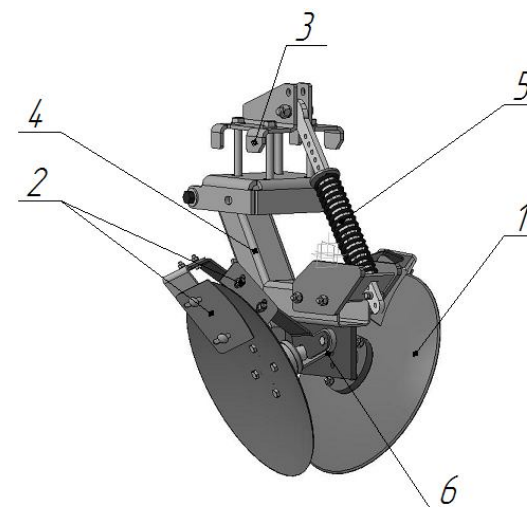

Рис. 3 Дискový окучник.
4.2. Дисковый окучник (рис.3) предназначен для наращивания почвой гребня. Дисковый окучник состоит из двух дисков 1, которые закреплены на рычаге 4 спарено, с образованием острого угла, направленного вершиной в сторону движения культиватора. На верхнем конце рычага установлен механизм крепления к раме 3. Один конец рычага в зоне опор дисков подпружинен посредством механизма 5. Диски имеют чистики 2 для очистки их от грязи. Для эффективного окучивания на кронштейне диска имеется регулировочный сектор 6, с помощью которого изменяется угол атаки дисков.
- изменение угла атаки окучников-дисков (рис.3) производится путем смещения оси диска относительно сектора и фиксацией болтами идущими в комплекте, регулировку производить в приподнятом состоянии культиватора навеской трактора;